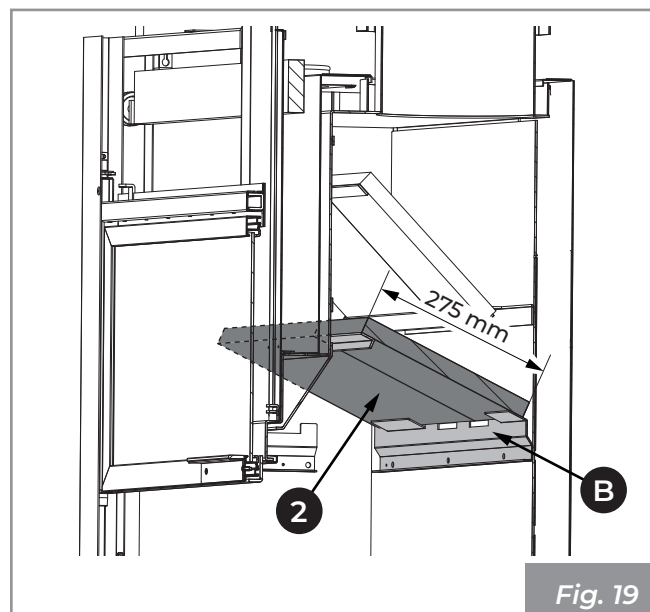

Fig. 19
- 3) Colocar los paneles (2) apoyándolos en los respectivos soportes (B) (Fig. 19).